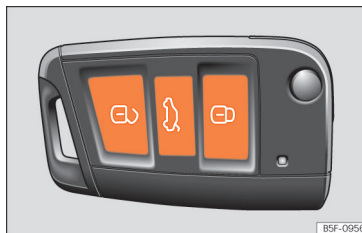

Fig. 49 Chave por comando à distância: teclas.
- Trancar: pressione o botão  »» **Fig. 49.**